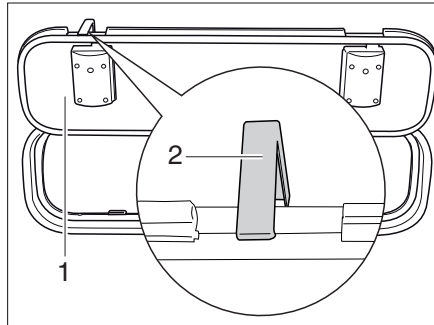

Fig. 56 Crochet de sécurité du portillon extérieur
- Ouvrir le portillon extérieur (Fig. 56,1) et tourner vers le haut le crochet de sécurité (Fig. 56,2) à la paroi du véhicule.
- Pousser le crochet de sécurité (Fig. 56,2) vers le haut.